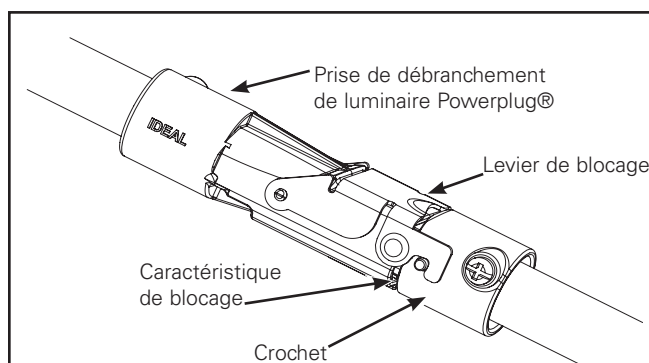

Figure 8.
5. Le levier de blocage de la prise de débranchement rapide doit être verrouillé tel qu'illustré (Figure 8.).